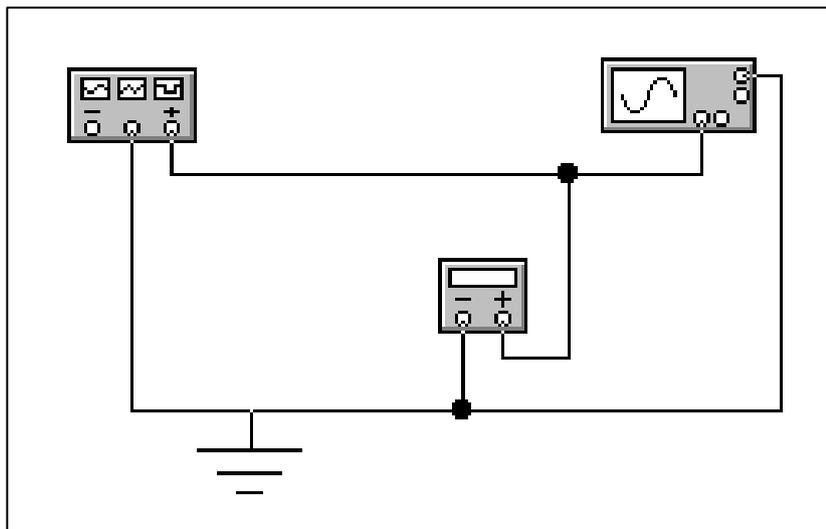

Figura 5: Esquema do circuito utilizado para a calibração do osciloscópio.
1. Ligue o osciloscópio e ajuste a intensidade, o foco e a posição do traço na tela. Efetuado os ajustes monte o circuito esquematizado na figura 5.
6. Ajuste o botão TIME/DIV na posição 2 ms/div. Feito os ajustes conecte em paralelo com a saída do gerador de funções um multímetro digital ajustado na escala de tensão alternada (AC).